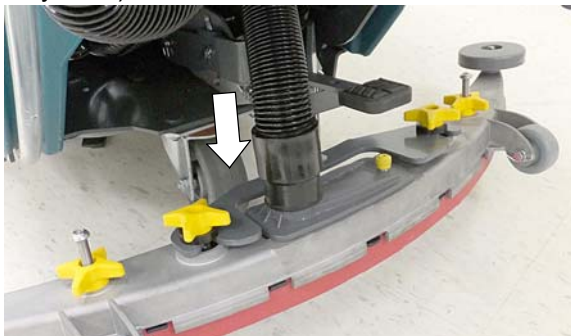

РИС. 7
3. Подсоедините вакуумный шланг к узлу швабры (Рисунок 7).